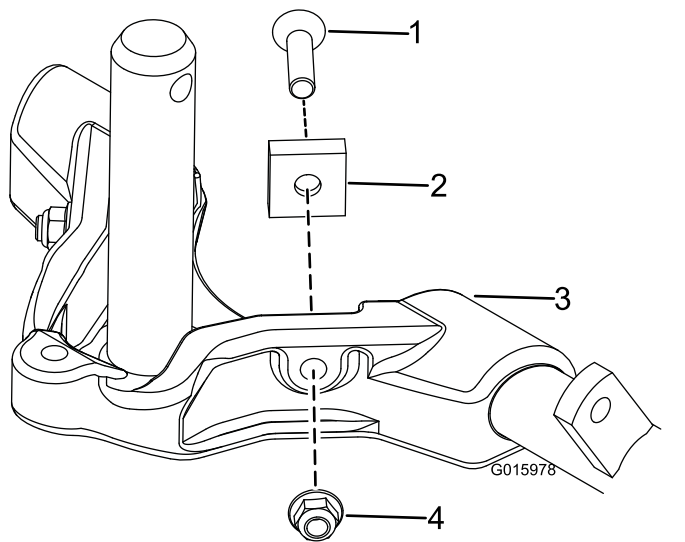

**Figura 14**
**Importante:** En las unidades de corte N° 4 (delantera izquierda) y N° 5 (delantera derecha), utilice las tuercas de montaje del soporte de la varilla para instalar las guías de los manguitos en la parte delantera de las pestañas de la unidad de corte. Las guías de los manguitos deben estar inclinadas hacia la unidad de corte central (Figura 12 a Figura 14).